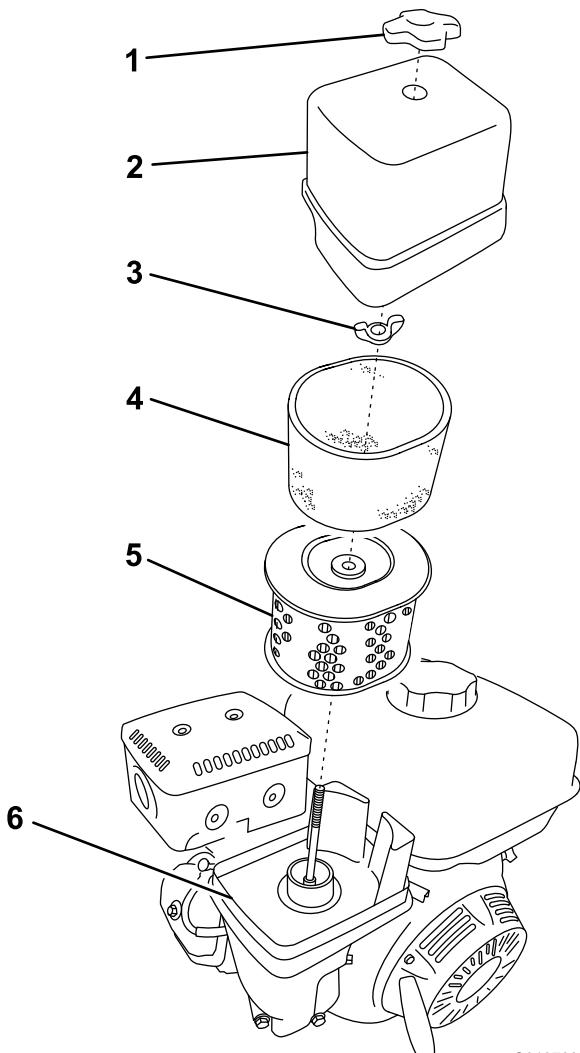

Figura 31
3. Retire la tuerca que sujetla la tapa (Figura 31).
5. Separe cuidadosamente de la base los elementos de gomaespuma y de papel (Figura 31).
6. Separe el elemento de gomaespuma del elemento de papel (Figura 31).